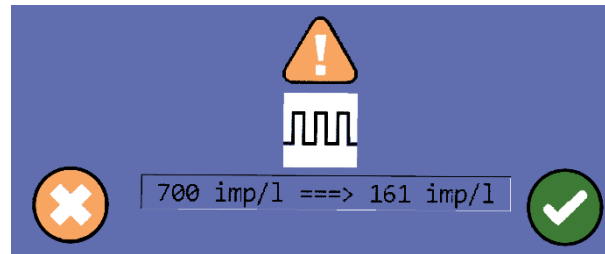

Bild 21
- AG-TRONIK fragt nach der Erlaubnis der Korrektur der DK (Bild 21).